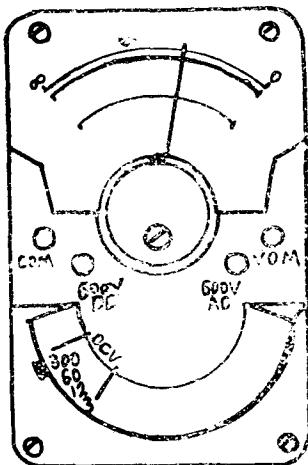

图1
A. 相当于Triplet model 310的万用表。 (见图1)